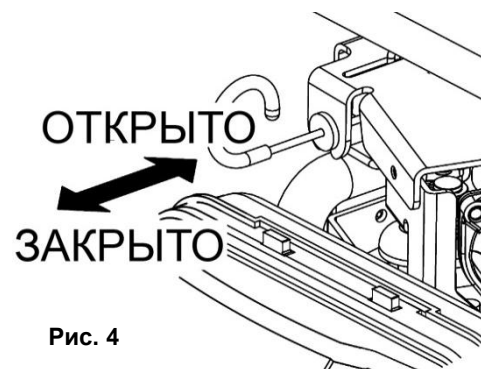

Рис. 4
- Установите рычаг управления воздушной заслонкой карбюратора (См. Рис.4), в полностью закрытое положение. Это ограничит подачу воздуха, и создаст более бензинообогащенную топливную смесь, что облегчит запуск холодного двигателя.
- Отверните сливную пробку (1)(См. Рис.4) и слейте масло.
- Проверьте состояние прокладки сливной пробки (2). При необходимости замените прокладку.